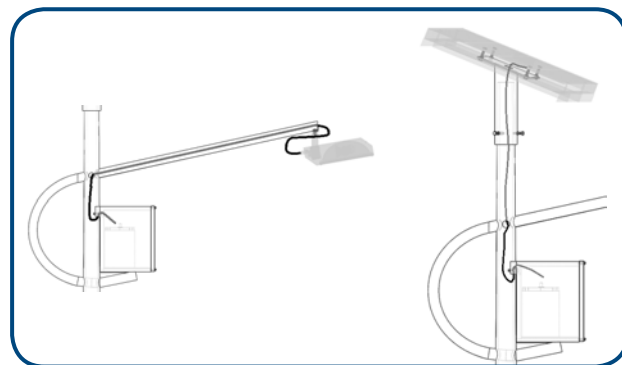

Figura 32. Alambrado eléctrico del panel fotovoltaico hasta la batería.
8.1.1 Introducir el cable del panel por el orificio del cañón (A), pasarlos a través del poste y sacarlos por el orificio del poste (B), introducir el cable en la entrada (C) del gabinete hasta llegar a la batería (Ver **Figura 32**).
8.1.2 Introducir el cable de la lámpara en el orificio del brazo (D), pasarlo a través de él y sacarlo por el orificio del poste (B). Finalmente insertarlo por la entrada (C) del gabinete hasta la batería (Ver **Figura 32**).